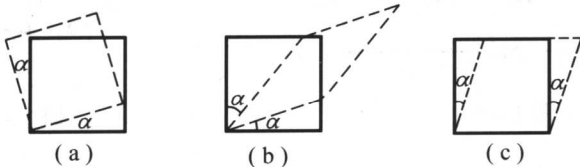

图 1-7
3. 如图 1-7 所示三个单元体, 虚线表示其受力的变形情况, 则单元体(a) 的剪应变 $\gamma_a =$ _____; 单元体(b) 的剪应变 $\gamma_b =$ _____; 单元体(c) 的剪应变 $\gamma_c =$ _____。